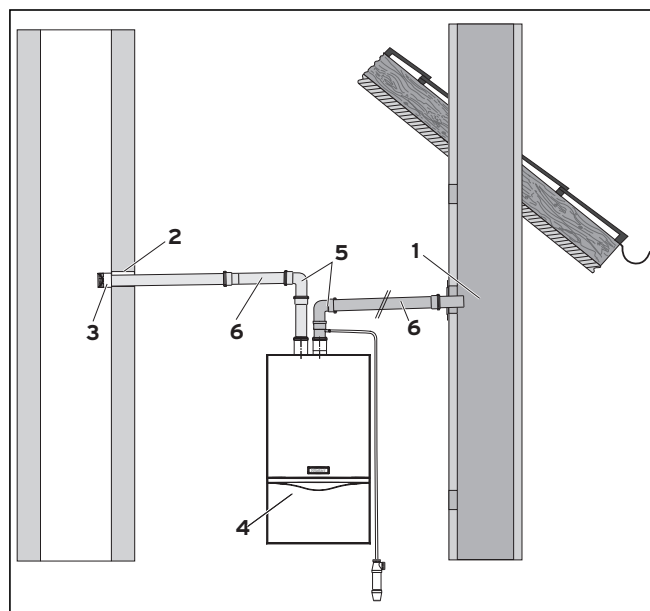

Рис. 6.20 Подача воздуха на горение из канала
- Вставьте дымоход в дымовую трубу (1, см. рис. 6.20) и соответствующим образом герметично закройте место соединения.
- Определите место входа трубы воздуховода в подводящем канале (2, см. рис. 6.20) и просверлите в этом месте отверстие.
- Вставьте трубу воздуховода (3, см. рис. 6.20) в отверстие.
- Монтируйте подвеску аппарата и установите аппарат (4, см. рис. 6.20) (см. соответствующие руководства по монтажу).
- Вставьте отводы (5, см. рис. 6.20) труб дымохода/воздуховода в соответствующие разъемы разделительного устройства воздуховода/газохода.
- Монтируйте необходимые удлинители (6, см. рис. 6.20).